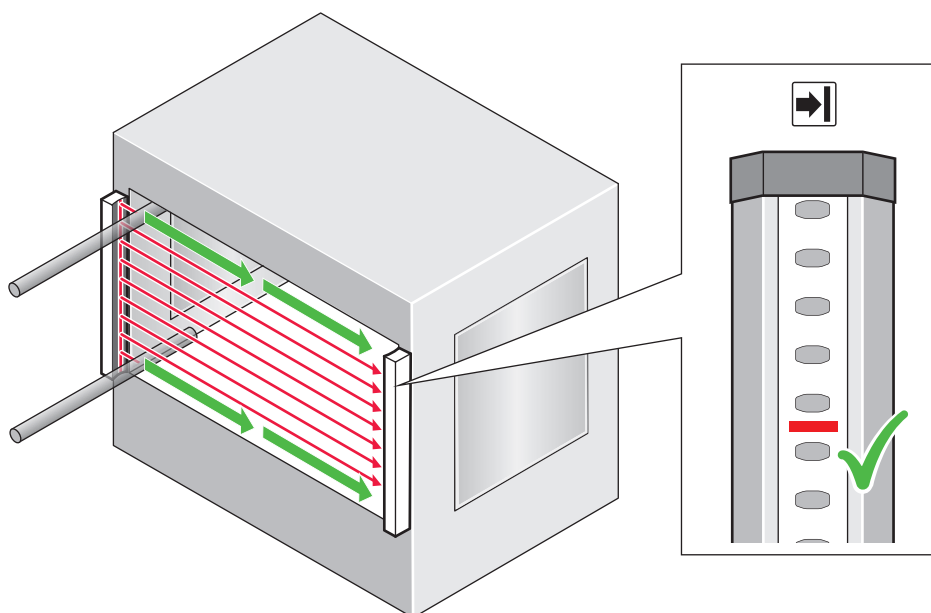

Рисунок 18: Контроль с помощью пробника: 3-й шаг
3. В заключение провести пробником по краям контролируемой зоны, как показано стрелками, см. рисунок 18.